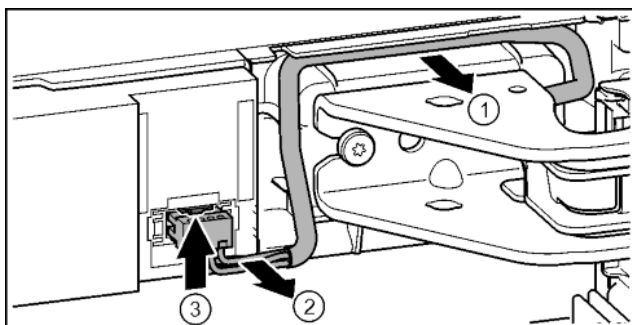

Fig. 22
- ▶ Осторожно освободить кабель над опорным кронштейном из направляющей. Fig. 22 (1)
- ▶ Аккуратно вытянуть жилы кабеля из канала. Fig. 22 (2)
- ▶ Прижать соединительную накладку вверх и осторожно вынуть штекер. Fig. 22 (3)